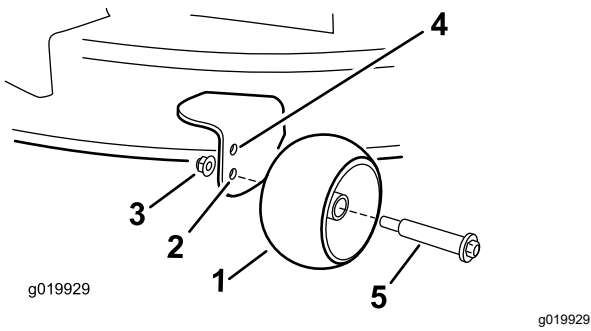

Figura 30
- Foro superiore – utilizzare questa posizione con il piatto di taglio a un'altezza di taglio di 63 mm e inferiore (Figura 30).
- Foro inferiore – utilizzare questa posizione con il piatto di taglio a un'altezza di taglio di 76 mm e superiore (Figura 30).